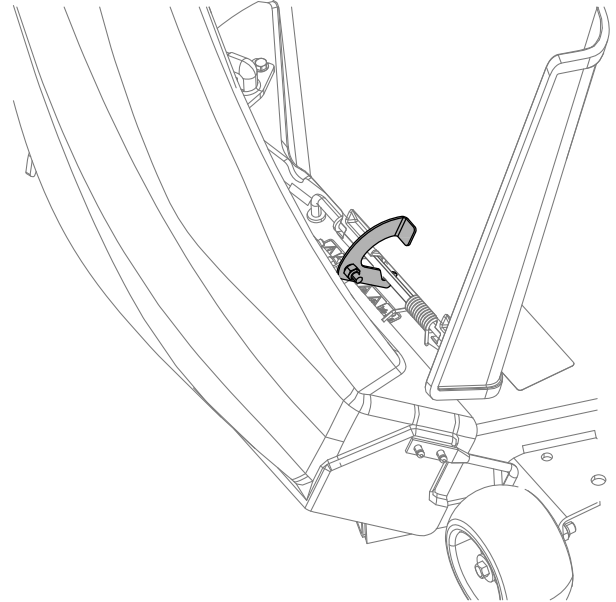
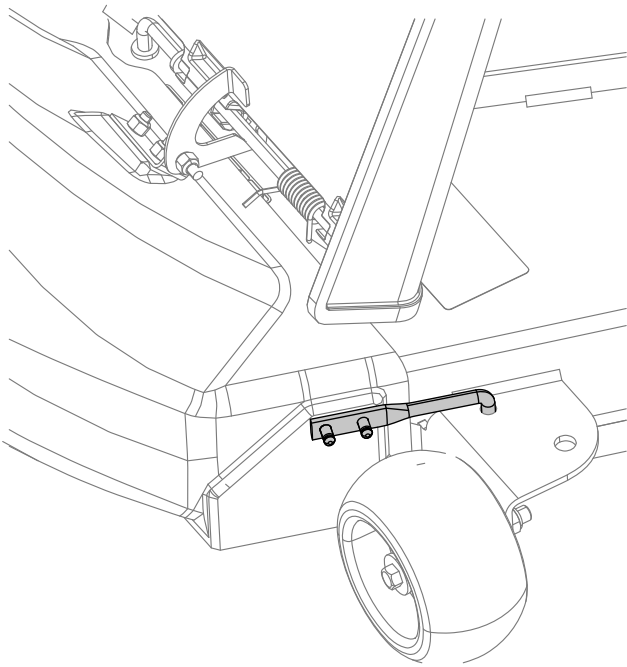

Bild 26
Bild 27
4. Haken Sie oben am Auswurfkanal den hakenförmigen Riegel um die Gelenkstange des Ablenkblechs (**Bild 26** und **Bild 27**).